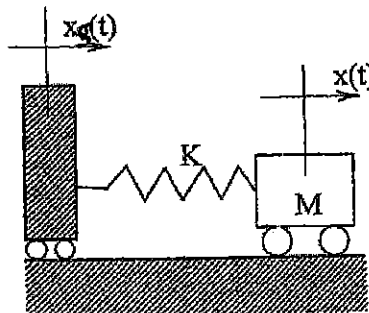
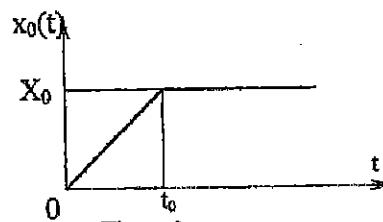

Figura 2.
Figura 3.
2. En el sistema de la Figura 2, se da al soporte un desplazamiento a lo largo del tiempo $x_0(t)$, de la forma indicada en la Figura 3. Obtener el desplazamiento absoluto $x(t)$ de la masa M en función del tiempo (ver nota). (3p)